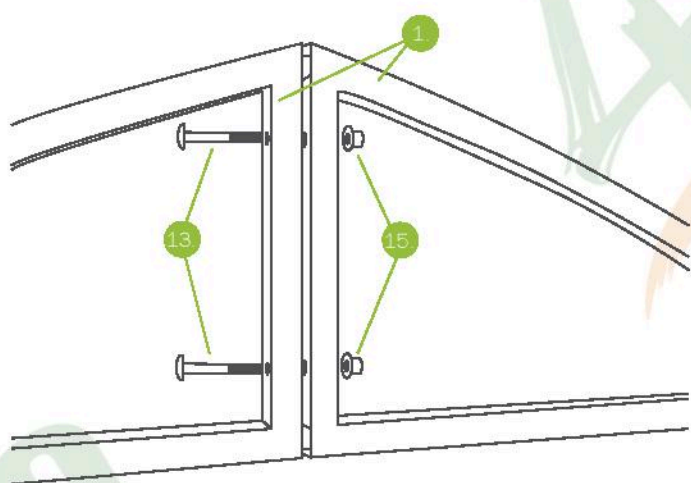
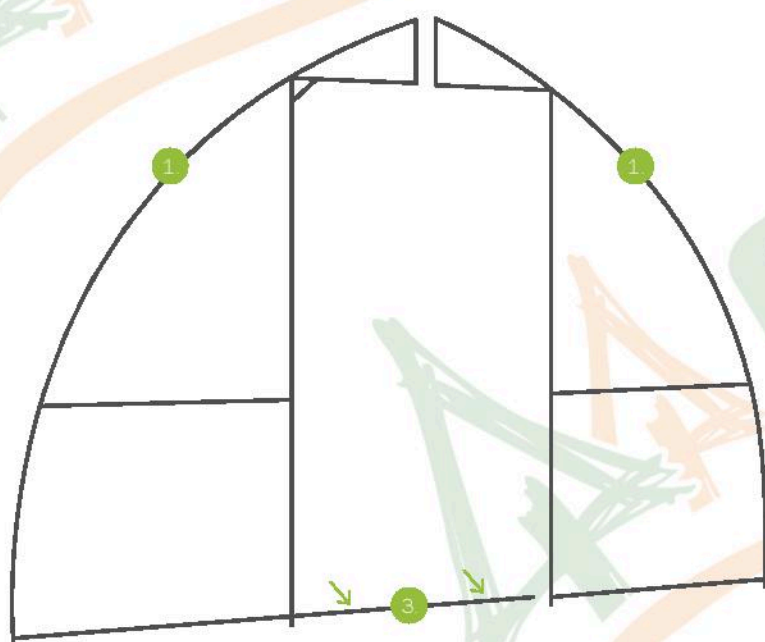

Bild 1.
Bild 2.
Beide Stirnwände muss mit einander mit zwei M6 x 50 Durchsteckschrauben mit Unterplatten verbinden. Unten muss Schwelle mit zwei Durchsteckschrauben mit Unterplatten und Müttern anschrauben (Bild 1). System der Endwandmontage ist im Bild 2 dargestellt. Führen Sie Montage zweiten Endwand entsprechend der Montage erster Endwand.
5.3.3. Montieren Sie die beiden Bogen mit Schrauben und Muttern wie in Bild 1 gezeigt.